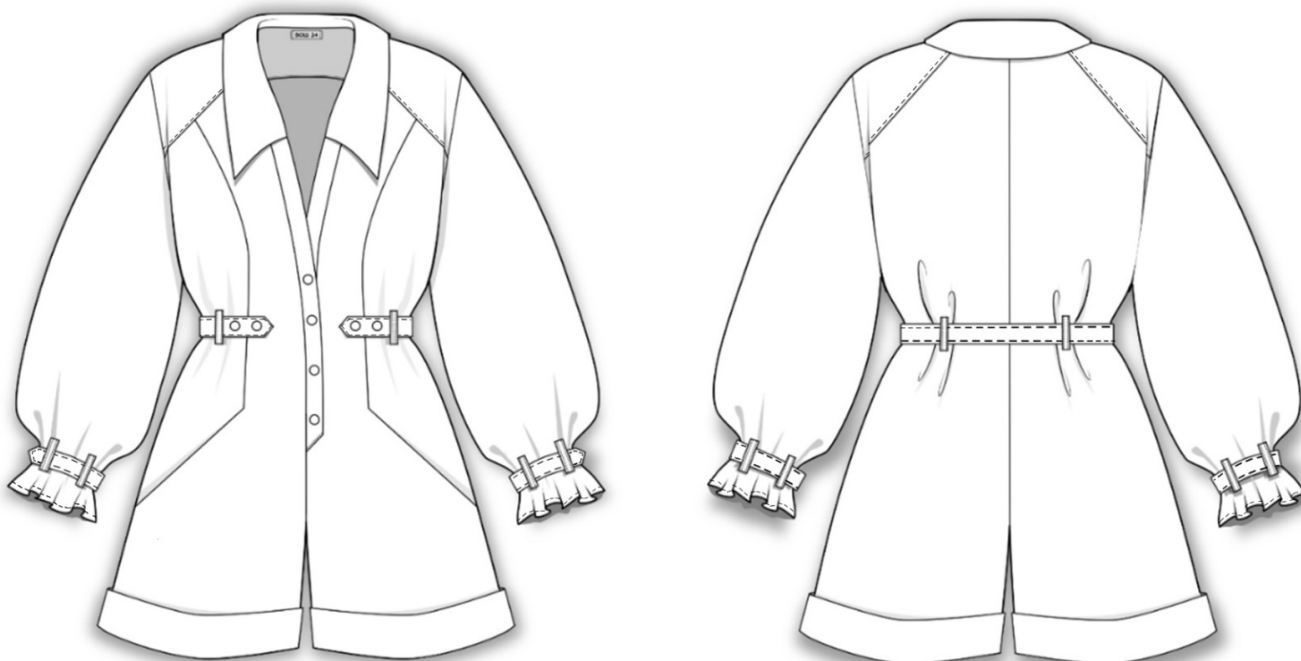

Рисунок 3 - Технический эскиз модели
1. Внимательно прочитайте описание модели и рассмотрите эскиз. Не забудьте про дополнительные отделочные и (или) вспомогательные детали, с помощью которых декорировано изделие или обработаны края деталей (рис. 3 – с.2; табл. - с.4).